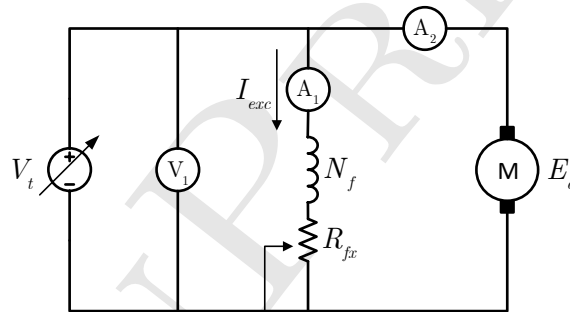

Figura 1: Máquina de CD conectada en derivación.
- Conectar el motor en derivación (Figura 1), variar la tensión de alimentación de 10 en 10  $V_{cd}$  hasta 120  $V_{cd}$ . En cada medición, colocar el tacómetro en la flecha del motor y registrar la velocidad correspondiente. Registrar los datos solicitados en la Tabla 2.
- Conectar el motor en excitación separada (2), variar la tensión de alimentación de la armadura de 10 en 10  $V_{cd}$ . Alimentar el devanado de campo con 120  $V_{cd}$  fijos. En cada medición, colocar el tacómetro en la flecha del motor y registrar la velocidad correspondiente. Registrar los valores medidos en la Tabla 2.